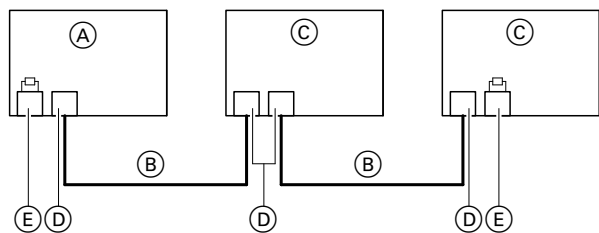

Abb. 60
- Der CAN-BUS der Geräte ist für die BUS-Topologie „Linie“ mit beidseitigem Abschlusswiderstand (Terminierung) ausgelegt: Siehe Abb. 60.